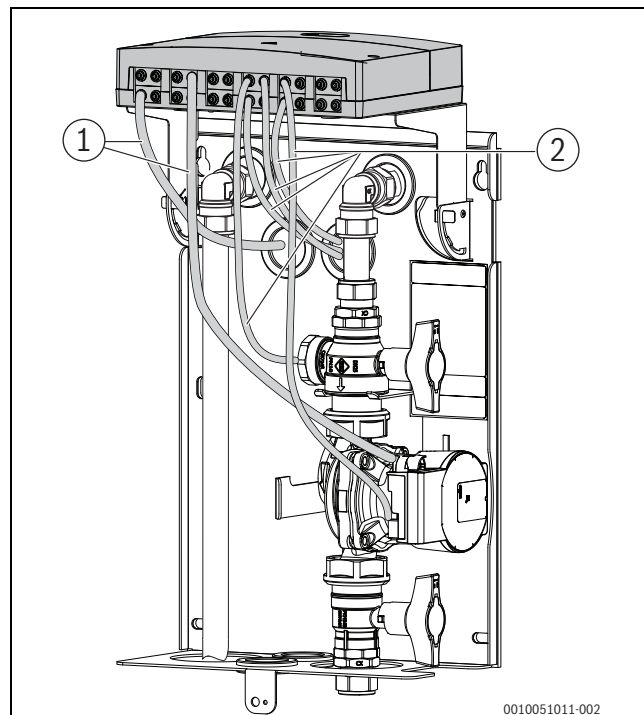

Fig. 26 Poser les câbles électriques à l'arrière à travers le mur (isolation thermique non représentée, tuyauterie hydraulique selon l'option 1)
- ▶ Poser les conduites de raccordement électriques à travers les passe-câbles d'étanchéité du panneau arrière du carter et les trous dans le mur (→ Fig. 26).